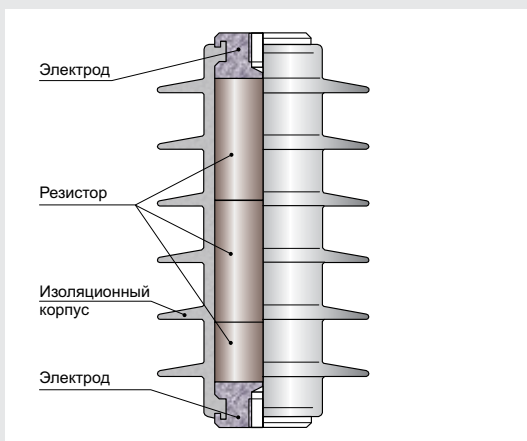

Рис. 2. Конструкция ОПН-РВ
3.1. Устройство ОПН-РВ представлено на рис. 2. Габаритные и присоединительные размеры приведены на рис. 3-4 и в табл. 2.